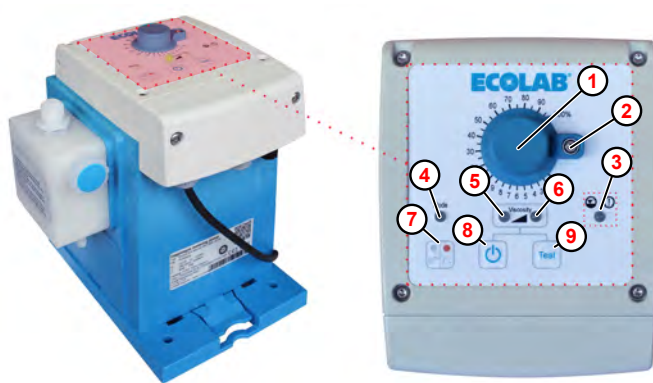

Fig. 15: Touche Marche / Arrêt « EcoUp »
1. ➤ La touche Marche/Arrêt  ( Fig. 15 , ⑧ ) permet de mettre la pompe en circuit et hors circuit.
En fonction du mode de dosage sélectionné, la LED gauche ( Fig. 15 , ⑤ , viscosité basse) ou la LED droite ( Fig. 15 , ⑥ , viscosité élevée) est allumée en continu ou clignote.
1. ➤ Lors de la première mise en marche, la pompe est réglée sur le mode de fonctionnement manuel et la LED mode de fonctionnement ( Fig. 15 ,  ) est éteinte. La pompe démarre immédiatement après sa mise en marche et la LED état de fonctionnement / mode de dosage  ou  s'allume en vert.